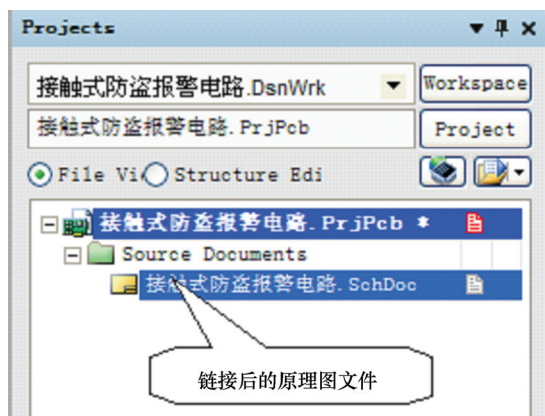

图 1-35 链接原理图文件
(3) 此时的“接触式防盗报警电路.SchDoc”仍然是“自由文件”。所谓“自由文件”，就是说还没有与“接触式防盗报警电路.PrjPcb”项目链接，还需要将“接触式防盗报警电路.SchDoc”文件加到“接触式防盗报警电路.PrjPcb”项目中去。在【Projects】面板的工作区中，单击“接触式防盗报警电路.SchDoc”文件名称并按住鼠标左键，直接将其拖到“接触式防盗报警电路.PrjPcb”项目名称中去即可。链接后在项目【Projects】面板的工作区显示如图 1-35 所示。